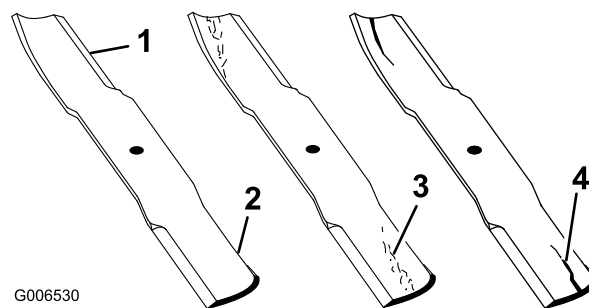

Figura 78
1. Inspeccione as extremidades de corte (Figura 78). Se as extremidades não estiverem afiadas ou estiverem amolgadas retire e afie as lâminas. Consulte Afiar as lâminas.
2. Inspeccione as lâminas, especialmente a área curva. Se verificar quaisquer fissuras, desgaste, ou a formação de ranhuras nesta área instale imediatamente uma lâmina nova (Figura 78).